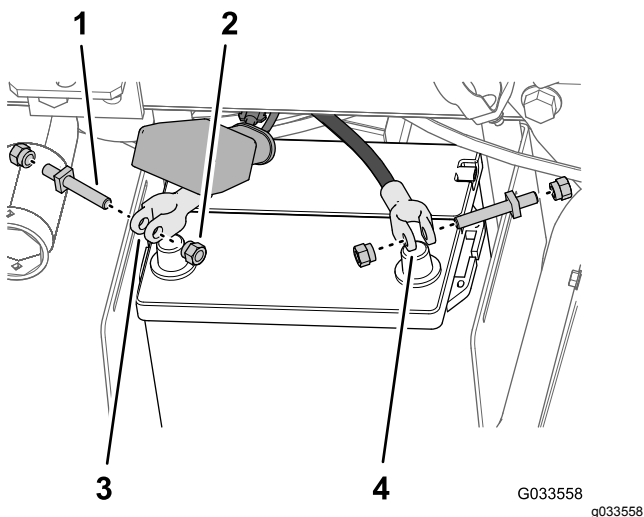

Figura 30
5. Monte sem apertar um parafuso terminal e uma porca de fixação nas abraçadeiras dos cabos positivo e negativo da bateria (**Figura 30**).